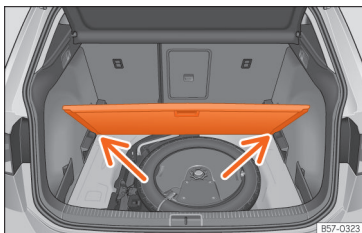

Fig. 172 Piso variável da bagageira: posição inclinada.
- Apoie o piso sobre os alojamentos previstos para o efeito »» Fig. 172 (setas).